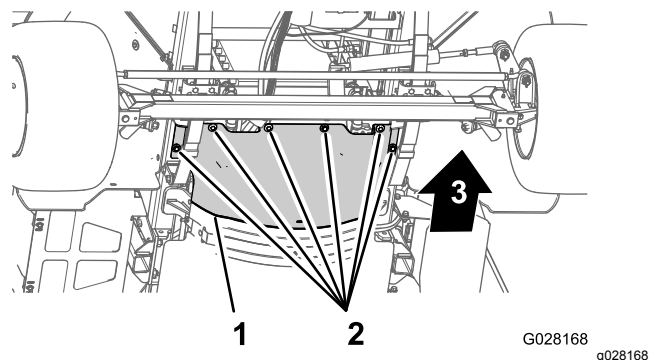

Рисунок 41
4. Выверните 6 болтов с шестигранными головками и снимите 6 шайб, которые крепят передний теплоизолирующий экран к шасси, и снимите экран (Рисунок 41).